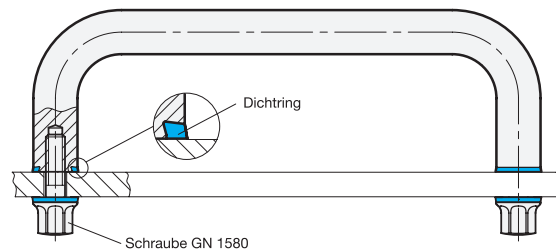

Abb. 2
- auf der Rückseite mit einer hygienegerechten Schraubverbindung zu befestigen (Abb. 2).